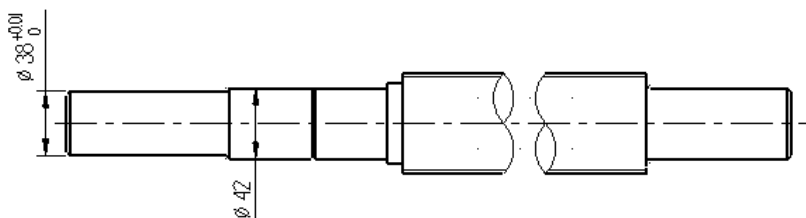

图 4.1.89 标注尺寸
Step4. 标注图 4.1.89 所示的尺寸。
(2) 设置标注参数。在“尺寸标注”工具栏中单击  按钮使其处于按下状态，添加直径符号；单击  按钮，系统弹出“自定义选项”对话框。在“自定义选项”对话框中单击 **尺寸属性** 选项卡，在 **公差** 区域的 **设置** 子区域的下拉列表中选择 **无** 选项。单击  按钮退出“自定义选项”对话框。
(3) 放置尺寸。在图 4.1.89 所示的位置放置尺寸。